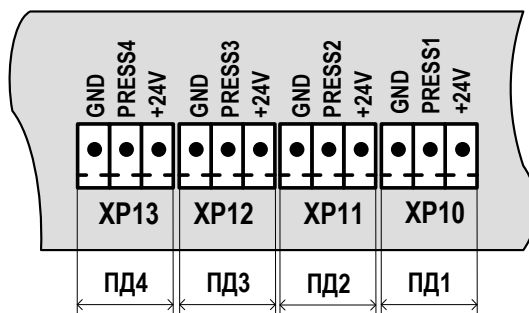

Рис.13. Обозначение коммутационных элементов подключения ПД.
6.5.4.1. Входы предназначены для подключения преобразователей давления, имеющих унифицированный токовый сигнал в диапазоне 0–5, 0–20 или 4–20 мА. Обозначение коммутационных элементов для подключения ПД показано на рис.13.